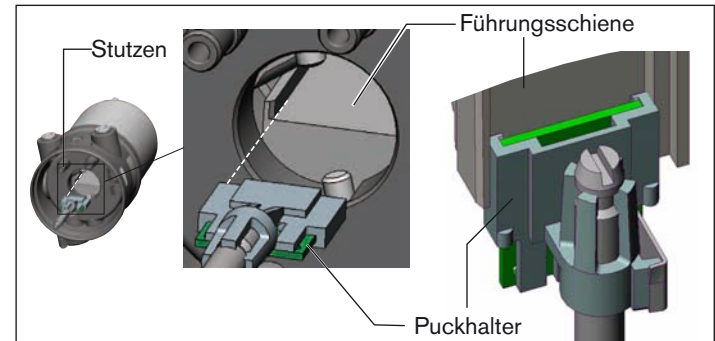

Bild 4: Ausrichten des Puckhalters
1. der Puckhalter in die Führungsschiene des Steuerkopfs (siehe „Bild 4“) und